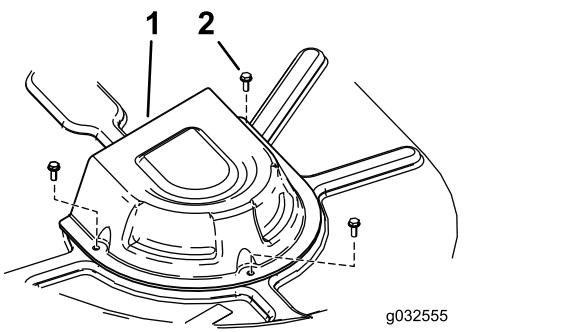

Figura 71
4. Togliete i coperchi delle pulegge (Figura 71).